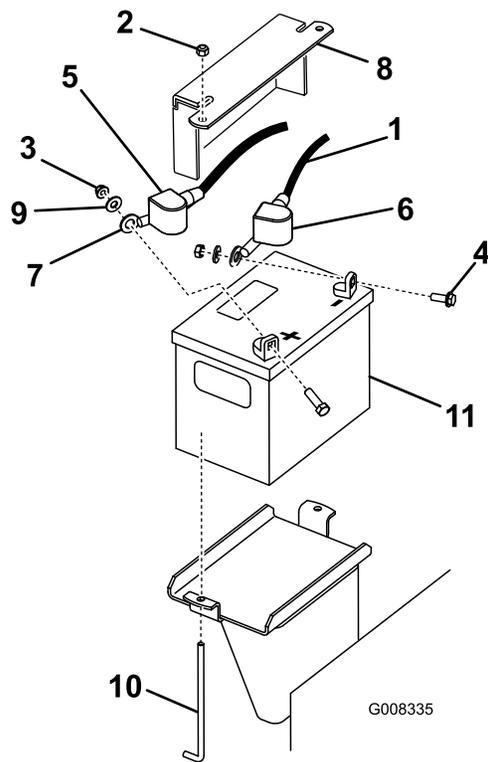

図 37
3. マイナスケーブルのゴムカバー黒を外す。バッテリーのマイナス - 端子から、マイナスケーブルを外す 図 37。
4. 次にプラス端子についている赤い保護カバーをずらして、赤いプラスケーブルを露出させる 図 37。
5. バッテリーを固定している押さえ板、Jボルト、ロックナットを外してバッテリーを外す 図 37。
1. 先ほど取り外したねじ類を再使用して、プラスケーブル赤いケーブルをバッテリーのプラス端子に取り付ける **図 37**。
3. 先ほど取り外したねじ類を再使用して、マイナスケーブル黒いケーブルをバッテリーのマイナス-端子に取り付ける **図 37**。
4. 押さえ棒と蝶ナットでバッテリーを固定する **図 37**。